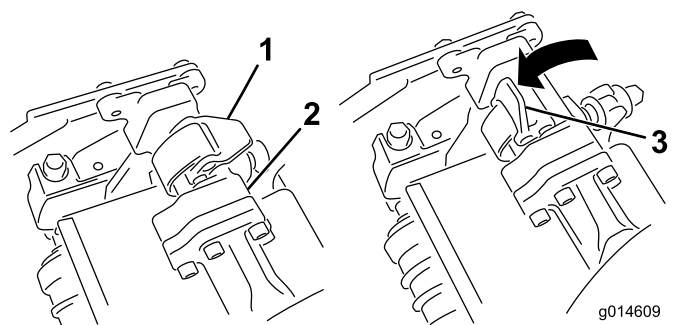

Figura 36
4. Con i fermi del braccio di sospensione rivolti verso l'alto (cioè aperti) (Figura 36), premete il braccio di sospensione verso il basso in modo
5. Chiudete i fermi spostandoli verso il basso e attorno alla barra dell'apparato di taglio, quindi bloccateli in posizione (Figura 36).
5. Aprite i fermi sulla barra del braccio di sospensione dell'apparato di taglio che state rimuovendo (Figura 36).